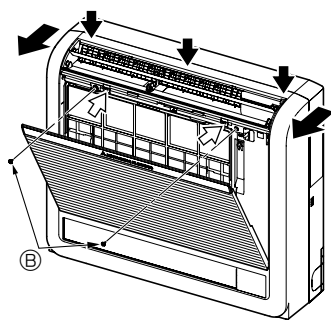
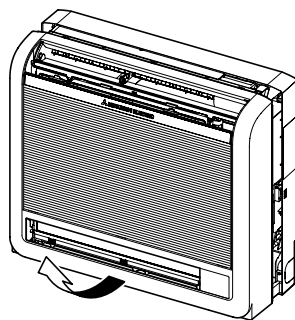

Fig. 3-3
Fig. 3-4
- ① Premere le 2 posizioni indicate dalle frecce ⇄ e aprire la griglia anteriore. (Fig. 3-3)
- ② Aprire la griglia anteriore e rimuovere le due viti.
- ③ Aprire il vano orizzontale per l'uscita aria superiore, premere la parte superiore del pannello anteriore in tre punti e quindi tirare via la parte superiore della griglia dall'unità interna.
- ④ Sollevare la griglia anteriore per rimuoverla. (Fig. 3-4)